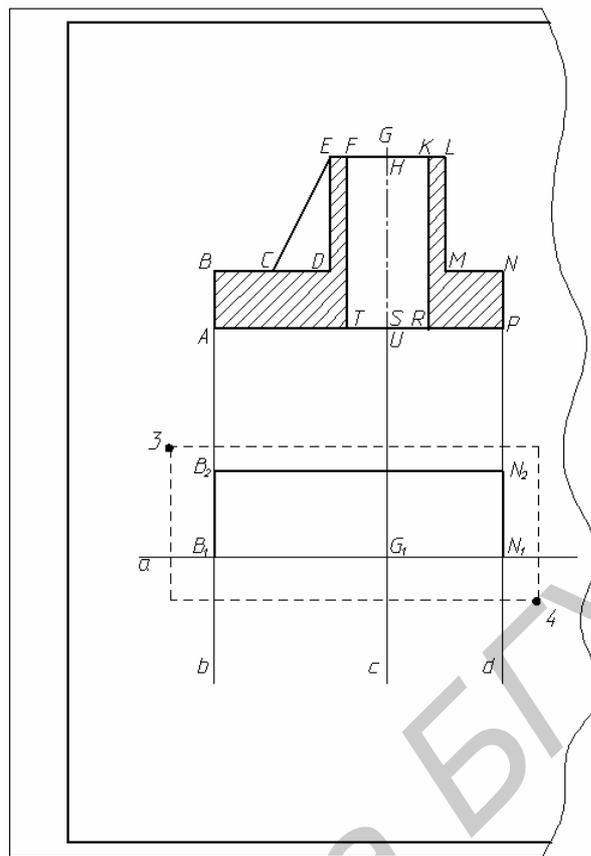

Рис. 17. Построение внешнего контура вида сверху
Проведем приблизительно на середине свободного поля под главным изображением (рис. 17) горизонтальный отрезок **a** произвольной длины (это будет ось симметрии строящегося вида сверху).
Для ее построения сначала выберем рамкой верхнюю часть контура. Щелкнем мышью, например, в т. **3** (см. рис. 17), потом передвинем курсор по диагонали в т. **4**, что сопровождается появлением прямоугольной рамки (при этом хотя бы один конец оси должен выходить за пределы рамки) и щелкнем мышью. Верхняя часть контура (за исключением оси) выделится.
2. Удалим ставшие лишними линии вспомогательных построений **b**, **d** (см. рис. 17). Как удалить, объяснено в разд. 7.